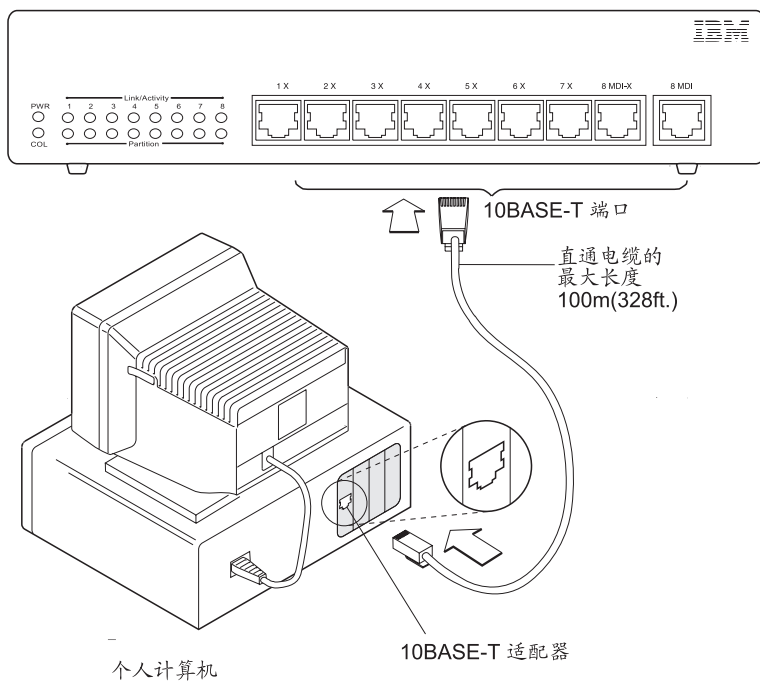

图 2-3. 使用一根直通电缆
- 2 连接直通电缆的一端到设备中适配器(有时称为一个NIC)上的 10BASE-T 连接器而另一端到集线器上 10BASE-T 端口之一。查阅第2-6页的图2-3中有关此连接的一个说明。如果设备有一个外部 10BASE-T 而不是一块内部适配器, 连接直通电缆到收发器上, 然后连到集线器。